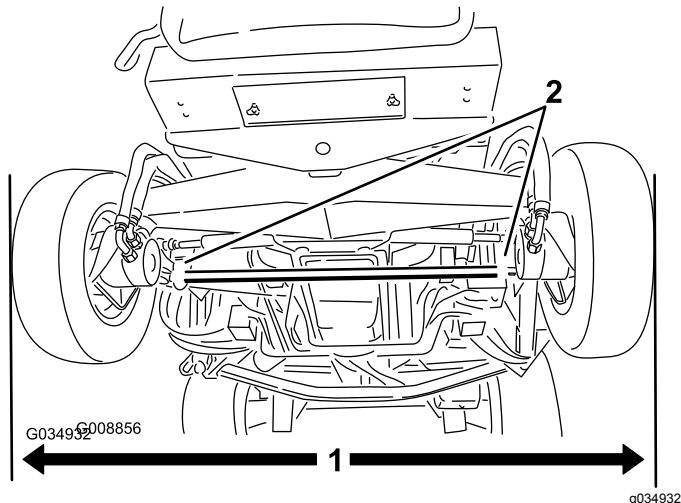

Figura 112
1. Con gli pneumatici posteriori in posizione diritta, misurate la distanza esterna (all'altezza dell'assale) sulla parte anteriore e posteriore degli pneumatici posteriori (Figura 112).
2. Per regolare la convergenza, allentate i morsetti su entrambe le estremità dei tiranti (Figura 112).